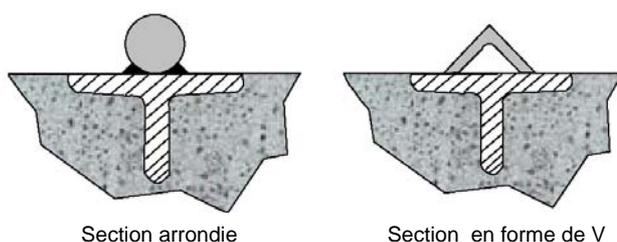

Fig. 1
**GLISSIERES INFERIEURES :** La glissière doit être rectiligne, parfaitement horizontale (mise à niveau) pour garantir la fluidité du portail. La forme de la section de la glissière peut-être arrondie ou en forme de V comme illustré à la figure 1.
- Préparer une dalle de béton et poser à l'aide d'une perceuse les chevilles d'ancrage et fixer l'embase, qui doit être de niveau et propre. Respecter l'axe entre le bord de la plaque et la crémaillère **B**. Faire passer les gaines des câbles par les trous **A** dans la plaque (voir la **figure 1**).